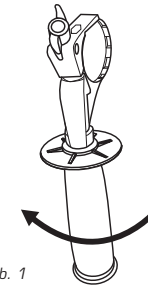

Abb. 1
1. Drehen Sie die Grifffläche des Zusatzhandgriffes (15a) soweit, bis der Ring weit genug geöffnet ist und auf das Bohrfutter geschoben werden kann (Abb. 1).